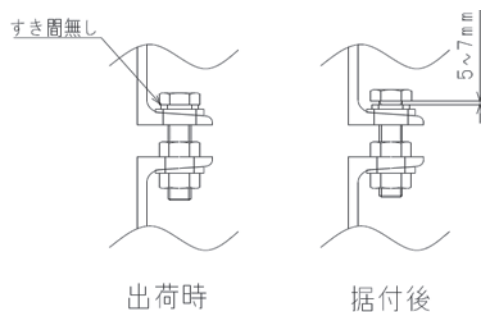

図 5 ストッパーボルト締結方法
- (2) 図 5_出荷時のようにストッパーボルトを締め付けた状態で出荷します。納入現場にて製品据付後は、必ずストッパーボルトを図 5_据付後に示すような位置で固定してください。
ロックした(図 5_出荷時)状態では、期待される防振効果が得られません。